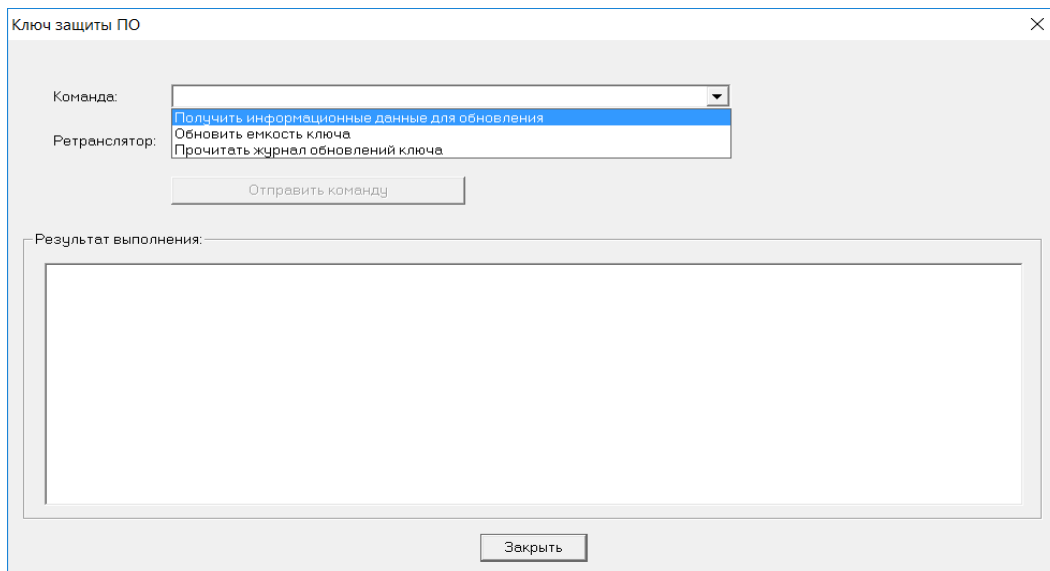

Рис.1.
2.2.1 Для формирования информационного файла на запрос изменения емкости ключа в НТ ЗАО «Аларм», необходимо запустить ПО DI.EXE и войти в п. меню «Сервис»/«Ключ защиты ПО» (рис.1).